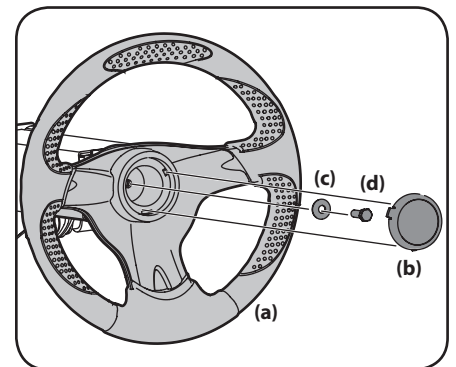

Figure 2-3
1. La quincaillerie qui sert à fixer le volant de direction (a) se trouve sous le capuchon du volant (b). Soulevez soigneusement le capuchon (b) afin de retirer la quincaillerie. Voir Figure 2-3.
2. Assurez-vous que les roues de l'appareil sont dirigées vers l'avant, puis placez le volant de direction (a) sur l'arbre de direction. Voir Figure 2-3.
3. Insérez la rondelle Belleville (c), avec la partie creuse vers le bas, dans le volant de direction (a) et fixez-la avec le boulon hexagonal autobloquant (d). Voir Figure 2-3.